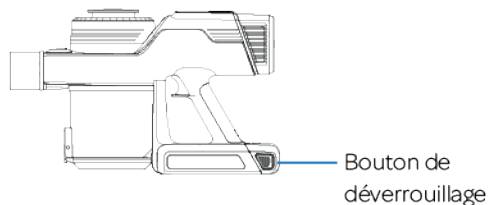

Figure 2
1. Appuyer simultanément sur les boutons argentés de chaque côté de la batterie, de manière à déverrouiller la batterie du corps de l'aspirateur (Figure 2).